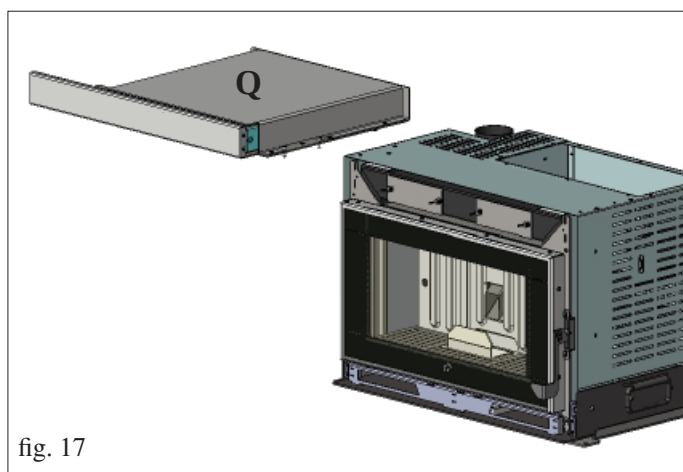

fig. 17
- Procedere con l'installazione del cassetto carico pellet (**Q** - fig. 17 -18) sul top dell'inserto tramite viti in dotazione.